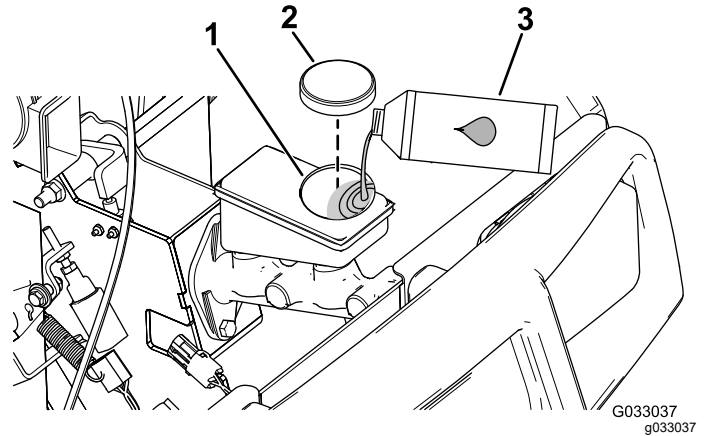

Bild 65
4. Öffnen Sie die Motorhaube, um an den Hauptbremszylinder und den Behälter zu gelangen (Bild 65).
- A. Reinigen Sie den Bereich um den Behälterdeckel und nehmen den Deckel ab (Bild 65).
- C. Schrauben Sie den Behälterdeckel wieder auf (Bild 65).